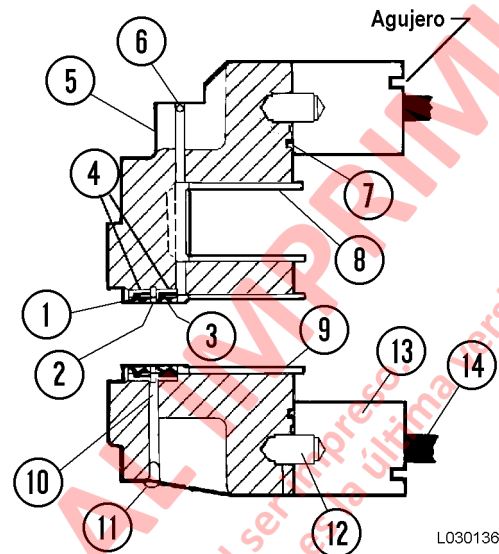
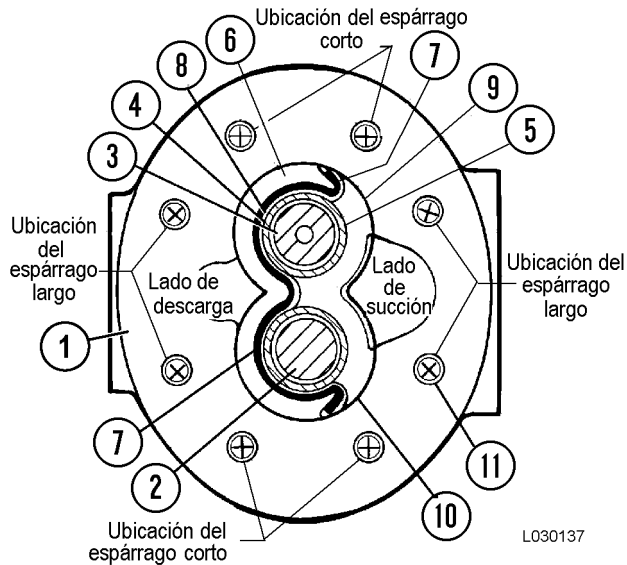

FIGURA 3-11. INSTALACIÓN DEL SELLO DEL EJE
FIGURA 3-12. REENSAMBLAJE DE LA BOMBA
3. Lubrique los sellos con aceite hidráulico. Coloque el sello interno del eje (3, Figura 3-11) de manera que la cara de metal quede hacia el extremo exterior de la brida (2).
5. Instale el anillo de fijación (2, Figura 3-11) con la apertura sobre el orificio de drenaje (10).
7. Lubrique las roscas del espárrago roscado (14, Figura 3-11) con aceite hidráulico. Atornille los espárragos en la brida hasta que se ajusten. Hay cuatro espárragos largos y cuatro cortos. Consulte la Figura 3-12 para ver la ubicación correcta.
8. Lubrique e instale el O-ring (7). Instale los pasadores espiga (12) si los desmontó. Instale la placa de engranajes (13). Asegúrese de que la cavidad de la placa de engranajes esté hacia la placa conectora o hacia arriba cuando se instale la placa de engranajes.
9. Instale los anillos de acero (5, Figura 3-12). Lubrique e instale el anillo de respaldo (8), el O-ring (7) y el retenedor del anillo (6) como se muestra en la Figura 3-12.
10. Instale la placa de aislamiento (9) en el lado de succión de la placa de engranajes. La placa de aislamiento tiene un área de relieve fresado en un lado. Gire ese lado hacia arriba o hacia la placa de presión.